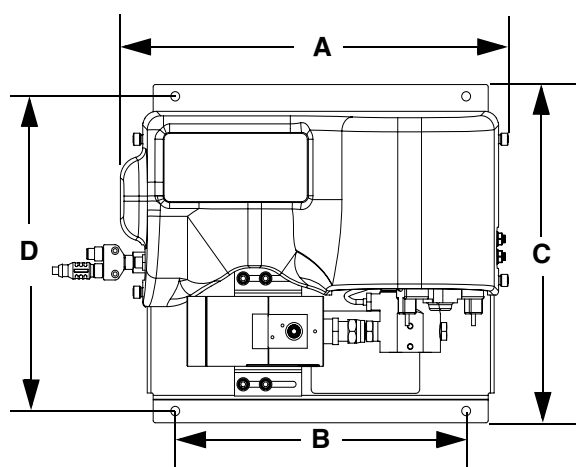

Рис. 15. Размеры узла жидкостной пластины
2. Установите узел жидкостной пластины на выбранное место. Прикрепите узел к робототехническому устройству (или другой монтажной поверхности) болтами соответствующего размера через отверстия диаметром 10 мм (0,397 дюйма) в опорной плите. Монтажные размеры приводятся в таблице 4 и на Рис. 15.